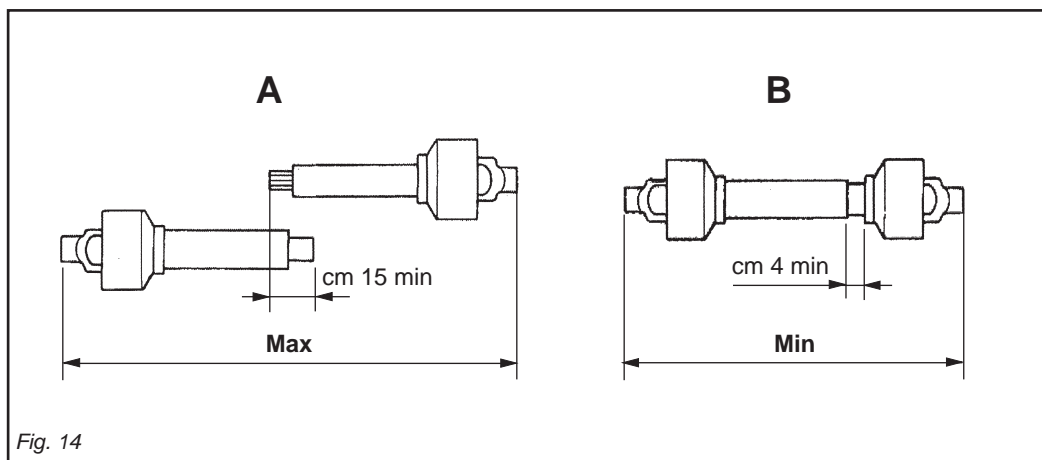

Fig. 14
- La copertura (C Fig. 13) dei tubi scorrevoli deve essere di 15 cm minimo (Fig.14).
- The sliding tubes (C Fig. 13) must overlap by at least 15 cm (Fig. 14).
- La couverture (C Fig. 13) des tubes coulissants doit être au minimum de 15 mm (Fig. 14).
- Die Überdeckung (C Abb. 13) der Gleitrohre muss mindestens 15 cm ausmachen (Abb. 14).
- La cobertura (C Fig. 13) de los tubos corredizos debe ser como mínimo de 15 cm (Fig. 14).
Quando esso è inserito al massimo, il gioco minimo consentito deve essere di 4 cm. (Fig. 14).
When fully inserted, the minimum play must be 4 cm. (Fig. 14).
Quand l'arbre à cardans est déboîté au maximum, les deux tubes doivent se superposer d'au moins 15 cm. Quand il est entièrement rentré, le jeu minimum admissible doit être de 4 cm. (Fig. 14)
Wenn die Gelenkwelle so weit wie möglich auseinandergezogen ist, müssen die beiden Teile sich noch um wenigstens 15 cm überlappen. Wenn die beiden Teile ganz zusammengesoben sind, muß das kleinstmögliche Spiel 4 cm ausmachen (Abb. 14).
Cuando el árbol cardánico está extraído al máximo, los dos tubos deben sobreponerse por lo menos 15 cm. Cuando está insertado al máximo, el juego mínimo permitido debe ser de 4 cm. (Fig. 14).